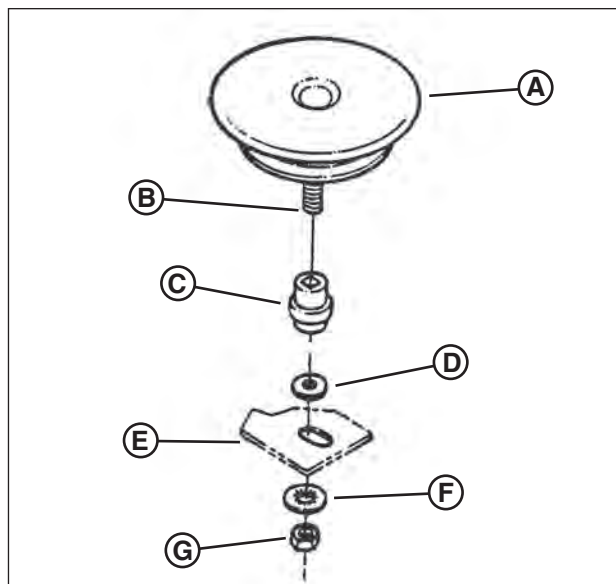

Figure 33: Dépose du disque d'entraînement
5. Tenez l'extrémité fendue du boulon du disque d'entraînement (**B, Figure 33**) à l'aide d'un tournevis et enlevez l'écrou (**G**) et la rondelle frein interne (**F**).